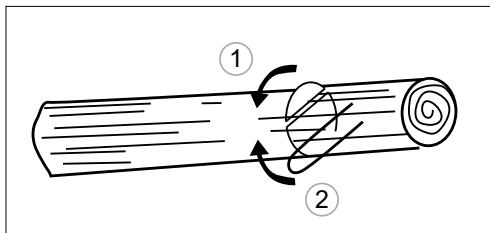

Fig. 22
3. Când bușteanul este poziționat pe suport din ambele capete, debitați de sus în jos 1/3, pentru a evita despicarea. Apoi terminați debitarea de jos în sus pe aceeași linie, evitând blocarea (Fig. 22).